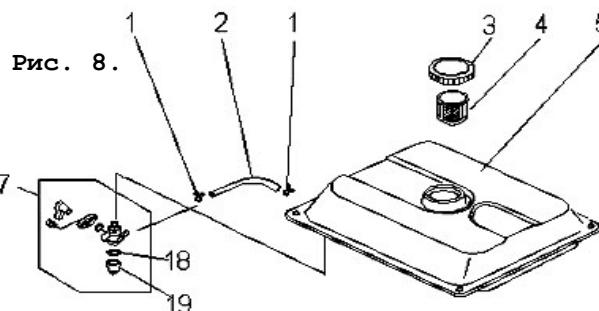

Рис. 8.
9.5.2. Снять крышку бензобака поз. 4 (рис. 8) и колпачок крана подачи бензина поз. 19 (рис. 8), стараясь не повредить уплотнения. Слить остатки топлива во вспомогательную емкость.
9.5.3. Удалить загрязнения с фильтров поз. 18 и поз. 4 (рис. 8) промыванием в легком растворителе (типа №646) и продувкой. Высушить фильтры и установить их на место.
9.5.5. Внимание! После заправки убедиться в отсутствии утечек топлива из системы питания. Не запускать двигатель с демонтированными топливными фильтрами. Особое внимание обратить на топливный шланг поз. 2 (рис. 8). При обнаружении запаха газа при активации газовой системы питания немедленно прекратить эксплуатацию генератора с применением этой системы, закрыть вентиль газового баллона и обратиться в сервисный центр, эксплуатируя генератор на бензине до устранения причин утечки газа.
9.7.2. Удалить или полностью выработать имеющуюся в баке топливную смесь. Слив производить, сняв колпачок поз. 19 (рис. 8) крана подачи топлива.